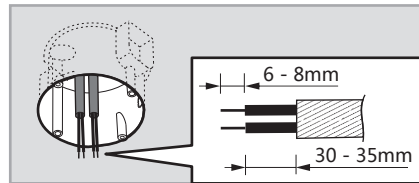

FIG.10
- Pase los cables de alimentación por la caja de conexiones, luego pele 6 - 8mm de cable para realizar la conexión (Ver FIG.10).